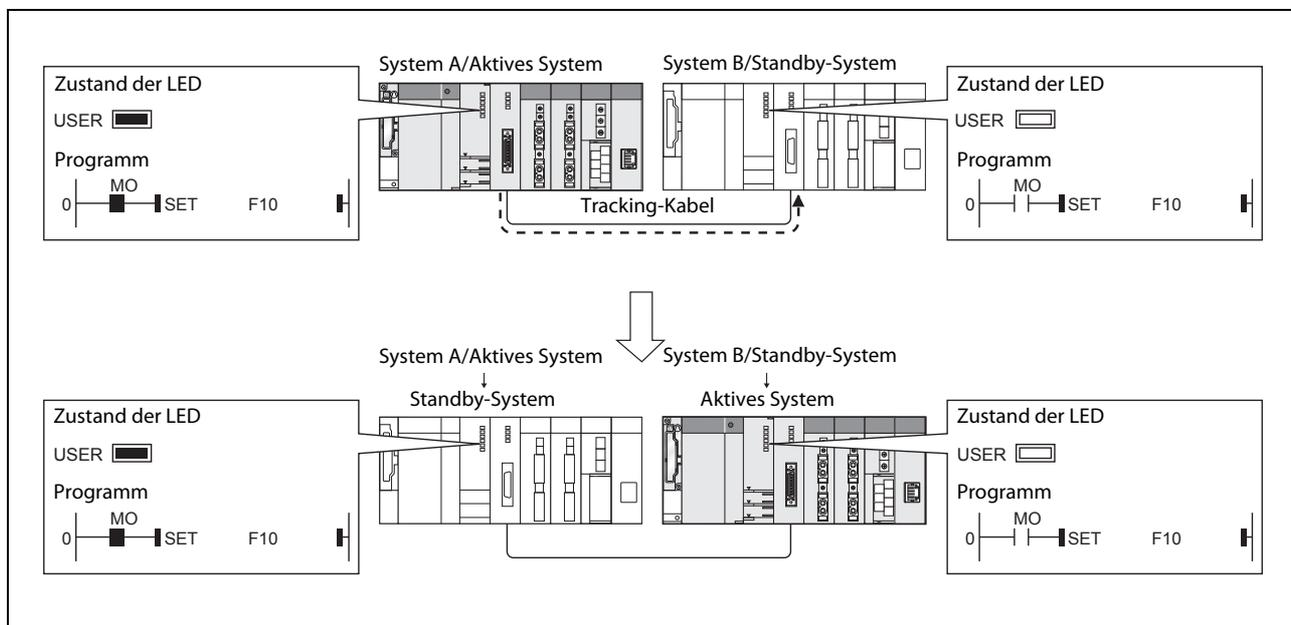

Abb. 7-12: Zustand der USER-LED bei gesetztem Fehlermerker F10
- ① M0 (siehe Abb. 7-12) wird mit der Tracking-Funktion übertragen. Dadurch wird auch im neuen aktiven System der Fehlermerker F10 eingeschaltet.
- ② M1 wird mit der Tracking-Funktion übertragen. Dadurch wird auch nach einer Systemumschaltung der Fehlermerker F11 eingeschaltet.
- ❶ M0 (siehe Abb. 7-12) wird mit der Tracking-Funktion übertragen. Im zweiten Zyklus nach der Systemumschaltung wird auch im neuen aktiven System der Fehlermerker F10 gesetzt.
- ❷ M1 wird mit der Tracking-Funktion übertragen. Dadurch wird im zweiten Zyklus nach der Systemumschaltung der Fehlermerker F11 eingeschaltet.